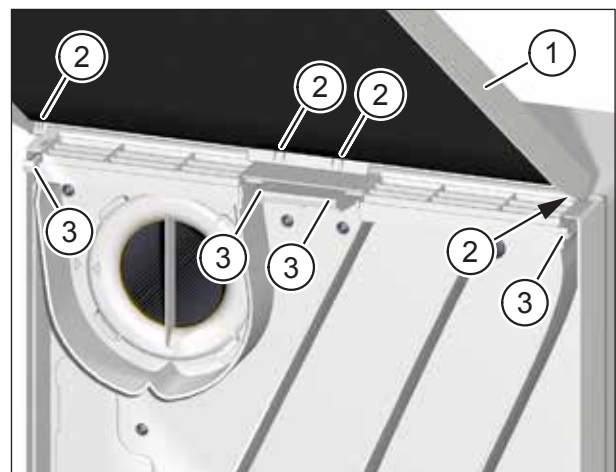

Abb. 20: Gerätedeckel auf Lüftungsgerät aufsetzen
- ▶ Fassen Sie den Gerätedeckel (Pos. 1 in Abb. 20) des Lüftungsgerätes mit beiden Händen und neigen Sie die Oberkante des Gerätedeckels in Richtung Lüftungsgerät.
- ▶ Setzen Sie die Nasen (Pos. 2 in Abb. 20) des Gerätedeckels in die Halterungen (Pos. 3 in Abb. 20) an der Oberseite des Lüftungsgerätes ein.